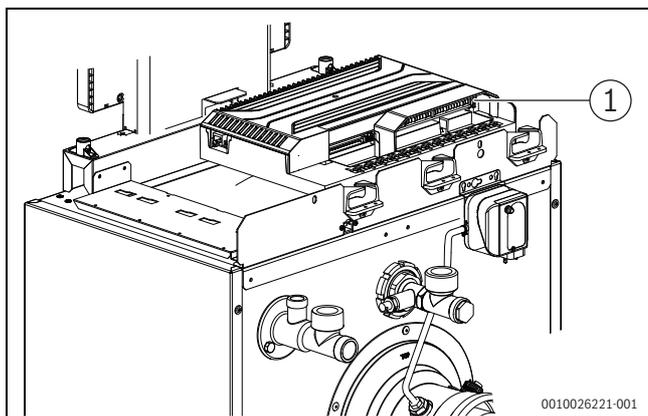

Fig. 26 Realizzazione del collegamento alla rete di alimentazione elettrica
- ▶ Realizzare il collegamento alla rete di alimentazione elettrica mediante il morsetto in IN - realizzare l'ingresso di rete (→ fig. 26, [1]).